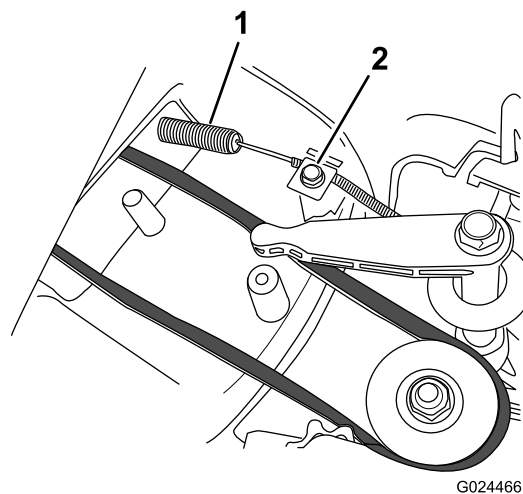

Figure 30
2. Remplacez le câble du frein de lame, mais ne serrez pas le serre-câble au sommet du carter du plateau de coupe (Figure 30).